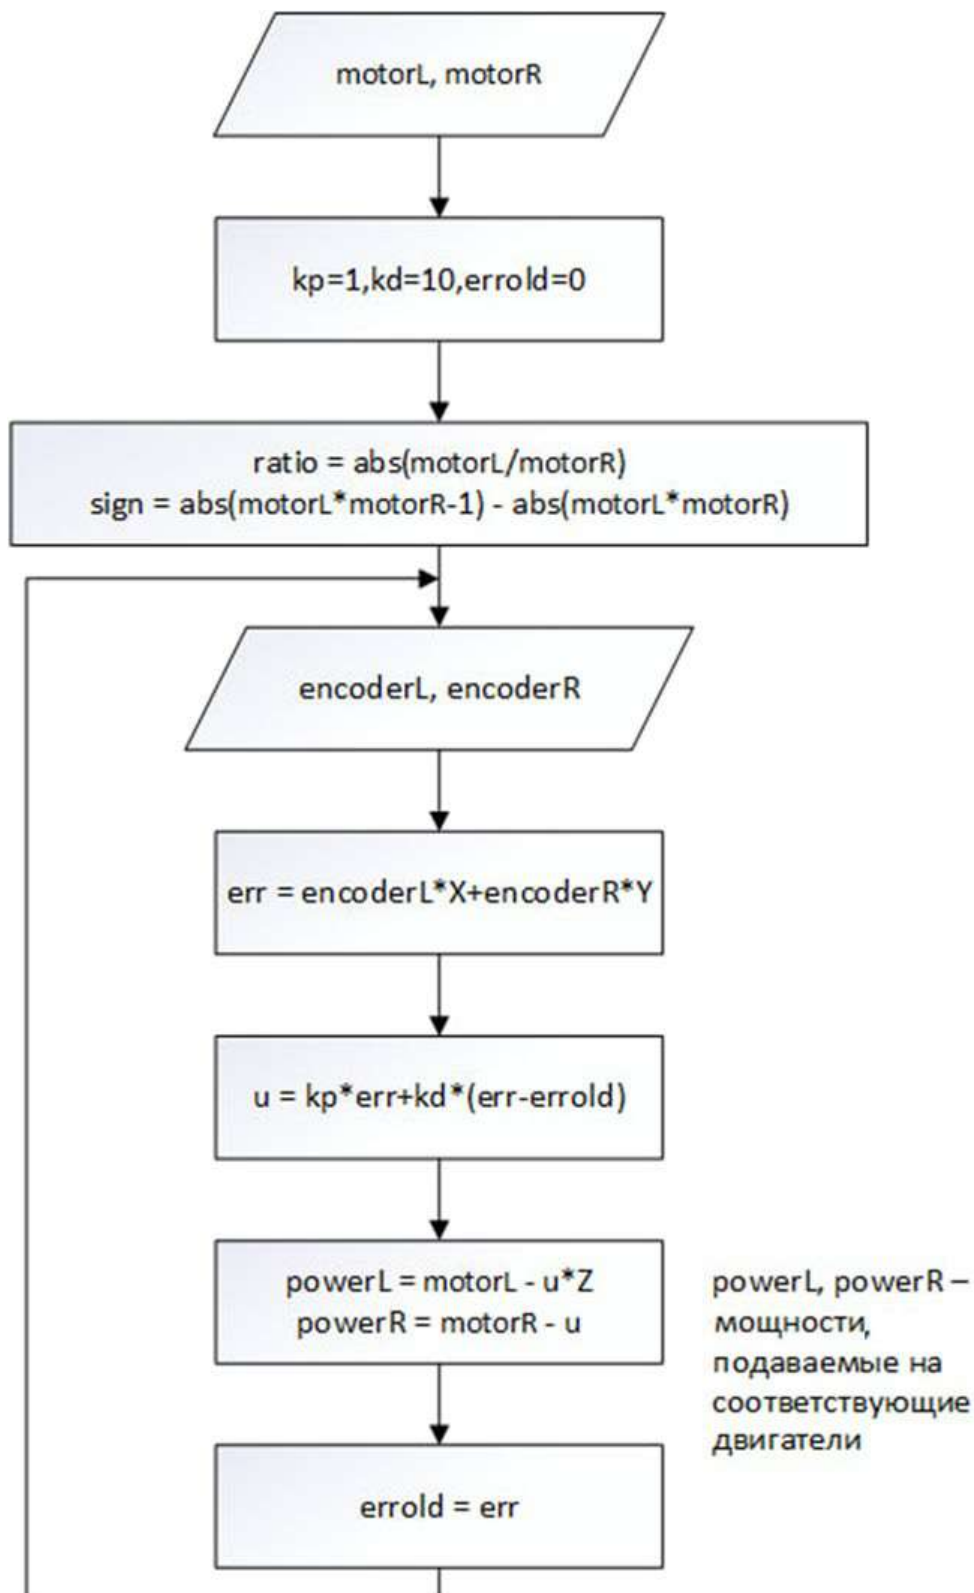

Рис.6. Основная часть программы в виде блок-схемы
13. Марина написала программу синхронизации (поддержания заданного отношения скоростей) двигателей тележки с дифференциальным приводом по алгоритму на рис. 6.